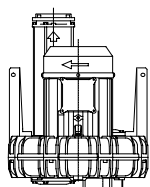
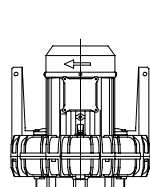
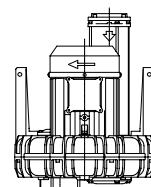

Fig.2
Fig.3
Fig.4
1. Individuare la disposizione che interessa; fig. 2, fig. 3, fig. 4.
Fig.2 con collettore 90°
Fig.3 con 2 collettori 90°
Fig.4 con collettore 90°